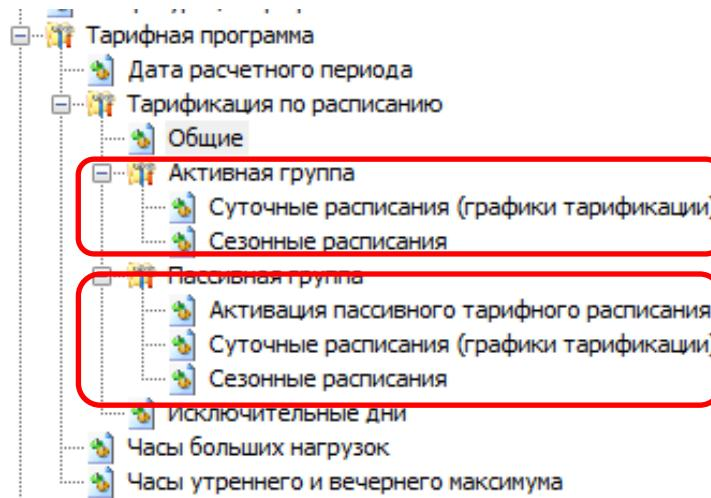

Рисунок 80 – Настройка групп тарифных расписаний - активное (действующее) и пассивное (планируемое к применению).
- 32 суточных расписаний переключения тарифа, в каждом до 16 точек переключения тарифа (см. рисунок 80). Одна точка переключения тарифа содержит: время начала действия тарифа (чч:мм) и тариф (т) (рисунок 81); Порядок задания тарифов – произвольный. Если переключение не используется, то в соответствующих полях необходимо установить значения: время – 00:00, тариф – нет.
- 12 сезонных недельных расписания (см. рисунок 80). Каждое содержит: дату начала действия расписания (дд.мм) и номер суточного расписания переключения тарифов для каждого дня недели (пн,вт,ср,чт,пт,сб,вс) от 1 до 32 (рисунок 82). Если сезонное недельное расписание надо отключить, то в графе «Использовать» задается «-», в противном случае «+»;
6.4.1.3 Исключительные дни (48 штук)⁴⁵ применяются сразу после записи (см. рисунок 80). Каждый исключительный день содержит, месяц год и номер суточного расписания переключения тарифа от 1 до 32 (см. рисунок 83). Если исключительный день не используется, то в графе «Использовать» задается «-», в противном случае «+».